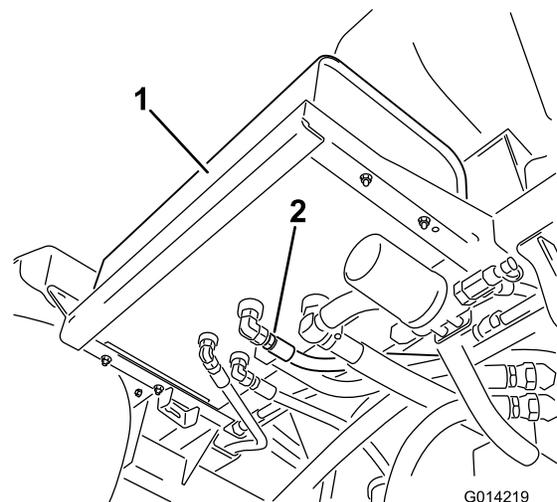

Bild 63
2. Reinigen Sie den Bereich um ein Hydraulikschlauch-Anschlussstück unten am Hydraulikölbehälter (Bild 63).
4. Nehmen Sie das Schlauch-Anschlussstück vom Behälter ab und lassen Sie das Öl in die Wanne laufen (Bild 63).